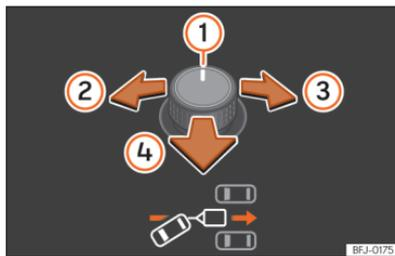
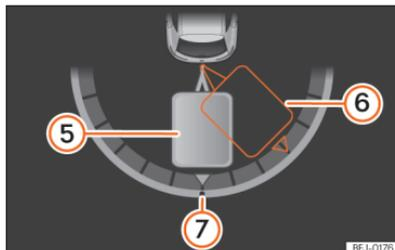

Abb. 147 Drehknopf für die Außenspiegel: Ausrichtung des Anhängers einstellen.
Abb. 148 Bildschirm des Kombi-Instruments: Rückwärtsfahren.
Legende zu **»»»** [Abb. 147], **»»»** [Abb. 148]:
- Drehknopf kippen, bis die gewünschte Richtung erreicht ist **»»** [Abb. 147]. Am Bildschirm des Kombi-Instruments erscheint zur Orientierung eine Darstellung des Gespanns in der aktuellen Position **»»** [Abb. 148].